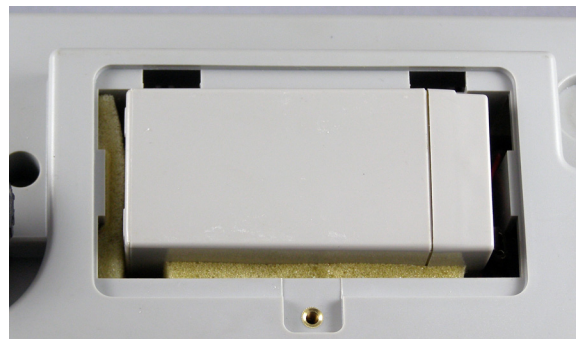

Figure 2.3 Batterie installée avec rembourrage
3. Envelopper la batterie du rembourrage de mousse fourni et poser l'ensemble dans le compartiment tel qu'illustré. Remplacer le couvercle de la batterie et serrer la vis. Voir Figure 2.3.